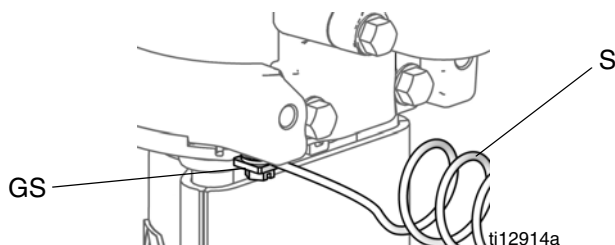

FIG. 4. Vite e filo di terra
Vedere la FIG. 4. Verificare che la vite di terra (GS) sia fissata e avvitata saldamente al motore pneumatico. Collegare l'altra estremità del filo di terra (S) a una presa di terra efficace.